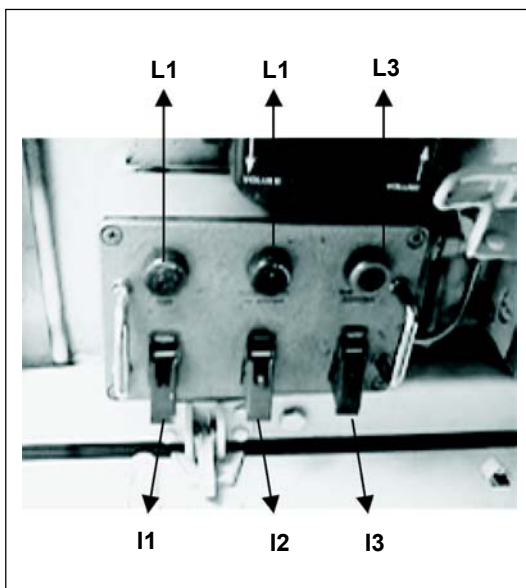

Fig 4-4. Caixa de comando do auxiliar do atirador
(2) Botões:
**d. Caixa de comando do auxiliar do atirador** (Fig 4-4) - Localizada à esquerda do auxiliar do atirador, é composta de:
(1) Lâmpadas:
(2) Interruptores: